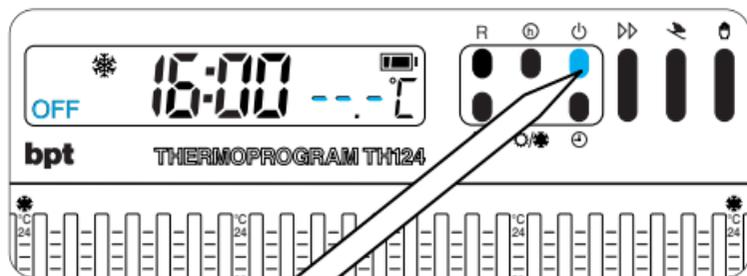

Fig. 42
13.4 - Premere il pulsante  (fig. 42).